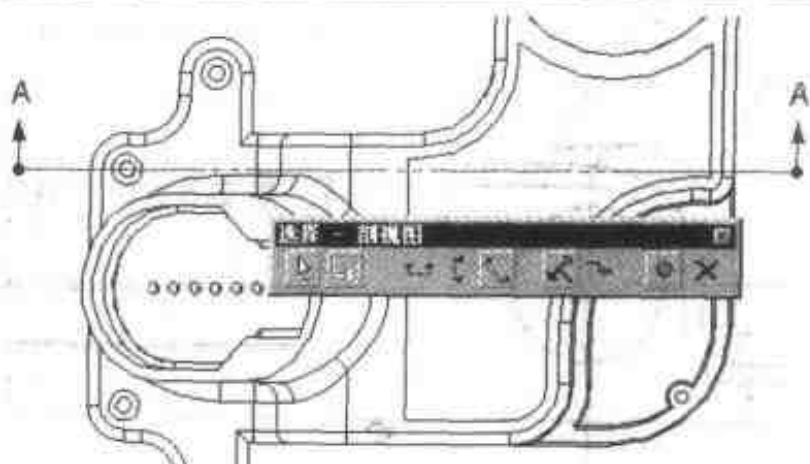

图 2.87 放置剖切线
- (1) 放大俯视图。单击【剖视图】按钮，然后选择如图 2.87 所示的位置，放置剖切线。